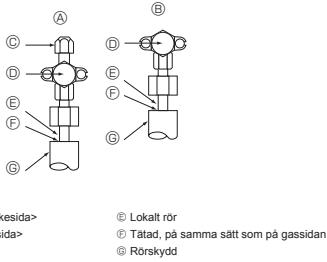

Fig. 5-4
② Tätningsdel (Täta änden på värmesoleringen vid rörlutningen med tillgängligt tätningsmedel, för att förhindra att vatten kommer in i värmesoleringen.)
5.4. Provmetod för att kontrollera om koldmedelsrören är lufttäta (Fig. 5-4)